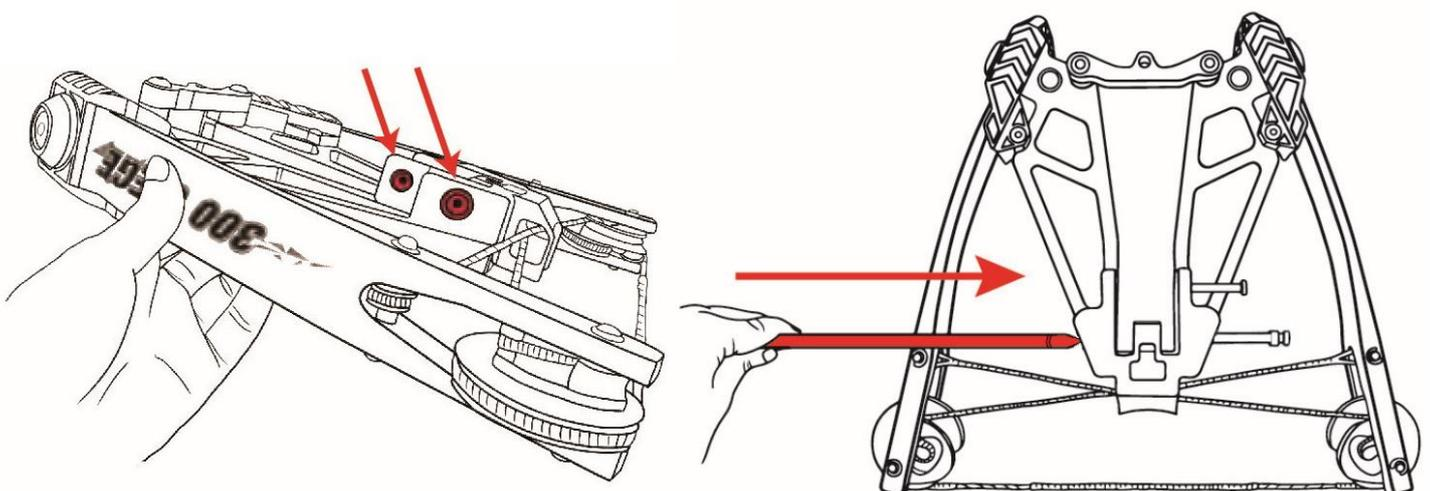

Рис.2
1. В правой части колодки плеч арбалета располагаются два штифта крепления. Используя ключ-шестигранник, стрелу или любой другой твердый узкий предмет, надавите на штифт крепления плеч так, чтобы его противоположный конец немного вышел с другой стороны. Далее пальцами выдвигайте штифт до момента его остановки (Рис.2).